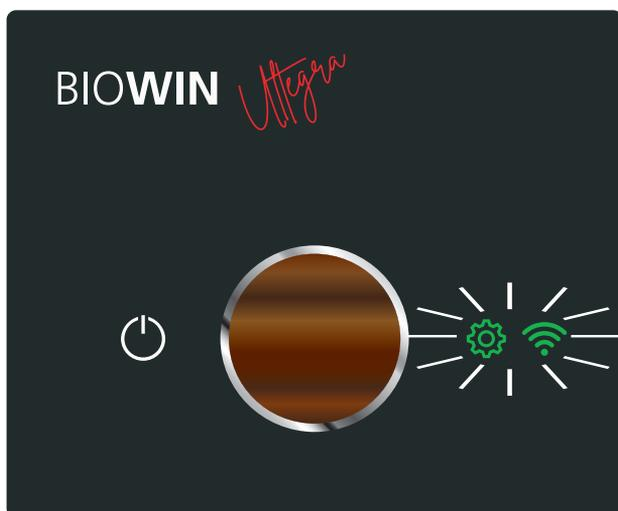
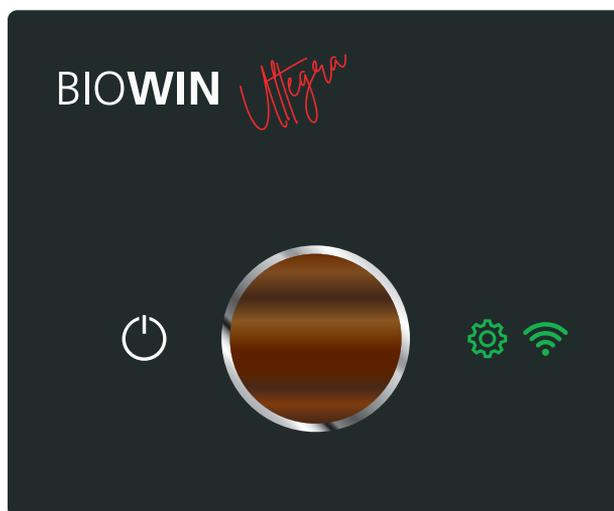

Fig. 25
Fig. 26
- ▶ Tourner et appuyer brièvement sur le bouton myMagic sur le symbole Réglages . Le mode de connexion à la chaudière est lancé, les symboles et clignotent – Fig. 25. Si la connexion avec l'application de chauffage Windhager « myComfort » est possible, les symboles et sont allumés en permanence – Fig. 26.